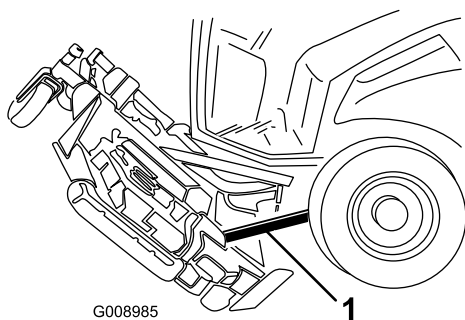

Figura 92
5. Introduzca a presión un listón de madera de 2 x 4 pulgadas entre el borde trasero de la carcasa y la máquina (Figura 92).